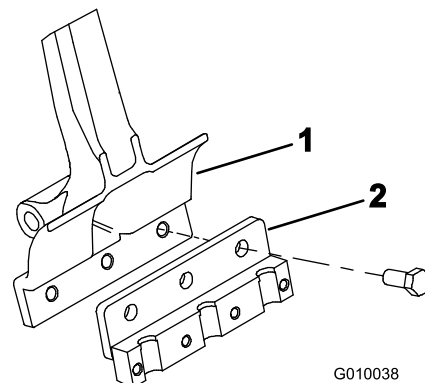

図 24
3. 各ティンアームにティンホルダーを取り付ける 図 24 ボルト $1\frac{1}{2}'' \times 1\frac{1}{4}''$ 3 本を使用。ボルトを 101.6 N·m 37 kg·m = 75 ft·lb にトルク締めする。